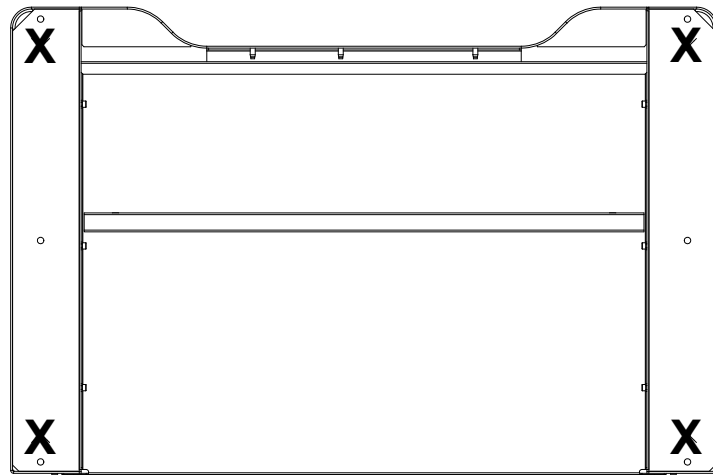

Abbildung 20. Unterseite des Rahmens mit Position der Rahmenfüße
6. Machen Sie alle Rahmenfüße ausfindig, die entfernt wurden, um den Rahmen mit dem Gestell zu verschrauben, und montieren Sie sie wieder an den Stellen, die in Abbildung 20 auf Seite 74 gezeigt sind.